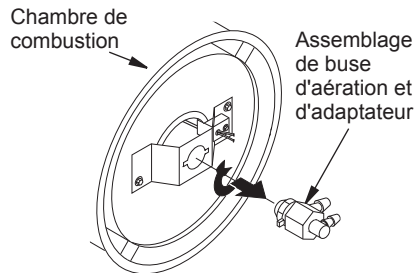

Figure 25 - Retrait de l'assemblage de buse d'aération et d'adaptateur
4. Tournez l'assemblage de la buse d'aération d'un quart de tour vers la gauche et tirez-le vers le moteur pour l'enlever (voir figure 25).
10. Attachez l'assemblage de la buse d'aération à l'armature du brûleur (voir figure 25).